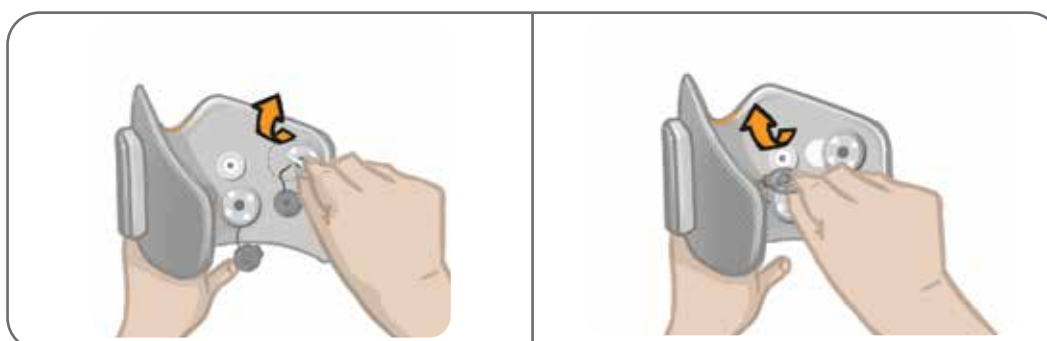

Figure 11-7 : Fixation des nouvelles bases d'électrodes (à gauche)
4. Posez les nouvelles bases d'électrodes à l'emplacement des bases précédentes. Reportez-vous à la figure 11-7.
5. Connectez les pressions des bases d'électrodes aux prises. Reportez-vous à la figure 11-7.